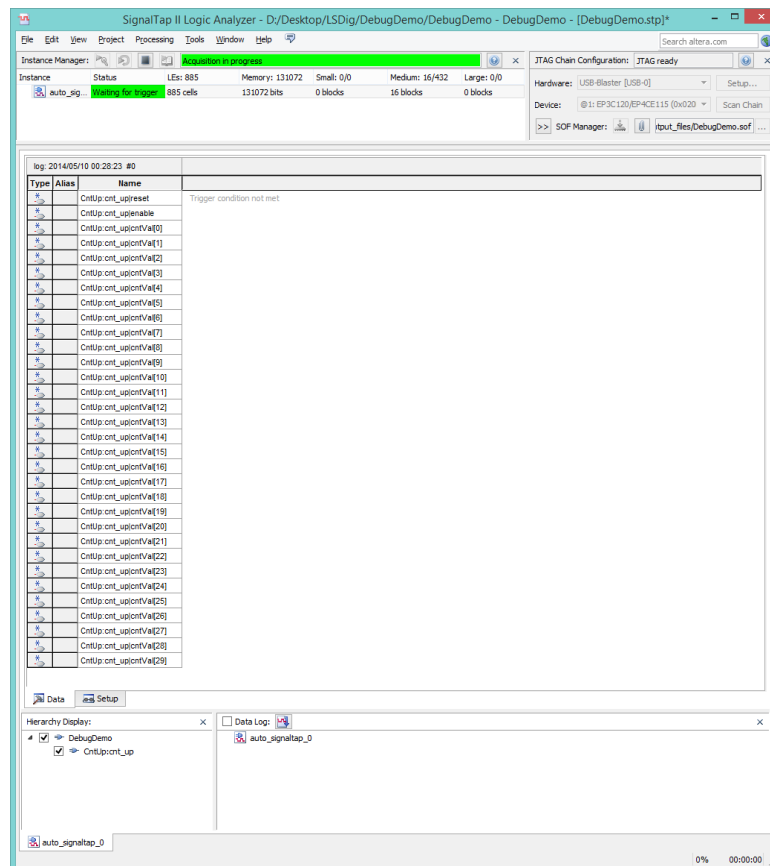

Figura 13 – Janela *Data* da aplicação “SignalTap II Analyser” (antes da captura).
9. Após a programação da FPGA mude a janela principal da aplicação “SignalTap II Analyser” de *Setup* para *Data* (figura 13). Neste ponto está tudo configurado e preparado para ser iniciada a captura de amostras dos sinais pretendidos. Para tal, basta selecionar o comando “*Processing* → *Run Analysis*” e de seguida desativar a entrada de *reset* e ativar a entrada de *enable* do contador de forma a que seja satisfeita a condição de *trigger* e iniciada a captura dos sinais pretendidos. Uma vez recolhidas 4 K amostras de cada sinal, os respetivos valores são transferidos para o computador e visualizados na aplicação “SignalTap II Analyser” (figuras 14 e 15).